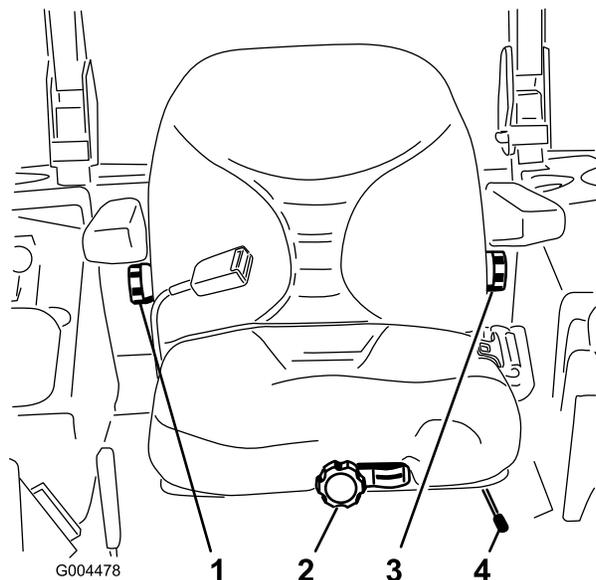

Figure 15
1. Poussez le levier de réglage de côté pour débloquer et régler le siège (Figure 15).
Sans vous asseoir sur le siège, tournez le bouton avant dans un sens ou dans l'autre pour obtenir la position la plus confortable (Figure 15).
Pour ce faire, tournez le bouton situé sous l'accoudoir droit dans un sens ou dans l'autre pour obtenir la position la plus confortable (Figure 15).
Pour ce faire, tournez le bouton situé sous l'accoudoir gauche dans un sens ou dans l'autre pour obtenir la position la plus confortable (Figure 15).